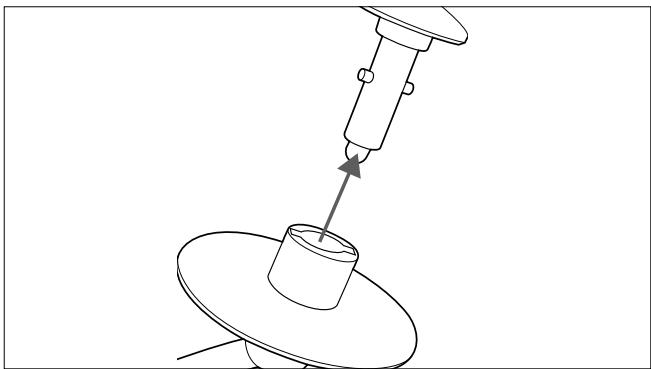

Fig. 6 – Deslizar la base giratoria sobre el soporte
- coloque el accesorio de batir desde abajo en el alojamiento del brazo giratorio (véase Fig. 6)